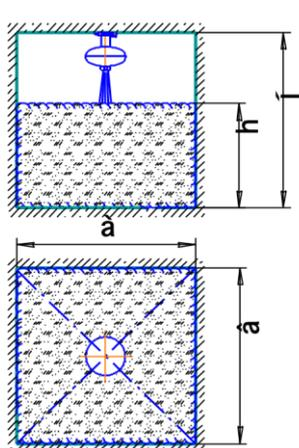
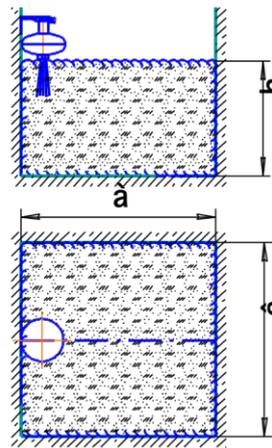

Bild 4
Bild 5
| 9. MPH mit Deckenbefestigung für Brände Klasse A zum Löschenvon Treppenträumen mit Durchgang Gaspulver-Strom (Bild 4) | -         | -                    | -                    |
6.6 Die Konfiguration der Pulverausbreitung und die Darstellung der Löschflächen bei der Deckenbefestigung ist auf Bild 4 und den Tabellen 2 und 3, bei der Wandbefestigung auf Bild 5 und in der Tabelle 4 dargestellt.